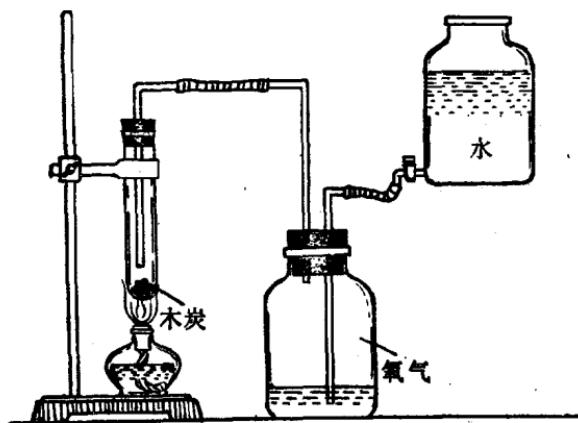

图4 木炭在氧气中燃烧的改进装置
2. 木炭在氧气中着火燃烧，亦可改成如下装置实验，效果更明显。（见图4）